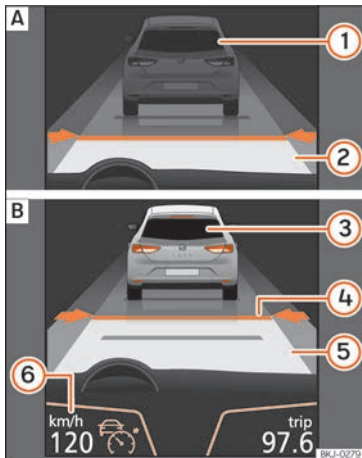

Abb. 234 Am Bildschirm des Kombi-Instruments: **A** | ACC inaktiv (Standby). **B** | ACC aktiv.
Bildschirmanzeigen » **Abb. 234:**
Wenn die ACC eingeschaltet ist, schaltet sich auf der Schalttafel die grüne Kontrollleuchte ein (☺) und auf dem Bildschirm werden die programmierte Geschwindigkeit und der Zustand der ACC angezeigt »» **Abb. 234**.
- Drücken Sie anschließend die Taste **SET** »» **Abb. 237** **(B)** oder bewegen Sie den Hebel in die Position **RESUME** »» **Abb. 236** **(2)**. In diesem Moment wird die ACC aktiviert und die aktuelle Geschwindigkeit und der Abstand werden programmiert. Die Anzeige am Kombi-Instrument wechselt in den Modus **Aktiv** »» **Abb. 234** **(B)**.
- Zur Programmierung der Geschwindigkeit schieben Sie den dritten Hebel nach oben **(+)** oder nach unten **(-)** bis zur gewünschten Geschwindigkeit »» **Abb. 234** **(6)**. Die Einstellung der Geschwindigkeit erfolgt in Schritten von 10 km/h [6 mph].
Am Bildschirm des Kombi-Instruments wird das ausgewählte Abstandsniveau geändert »» **Abb. 234** **(4)**. Sie können aus 5 verschiedenen Abstandsniveaus auswählen. SEAT empfiehlt das Niveau 3. Der programmierte Abstand kann während der Fahrt oder bei Fahrzeugstillstand geändert werden »» **(A)**.